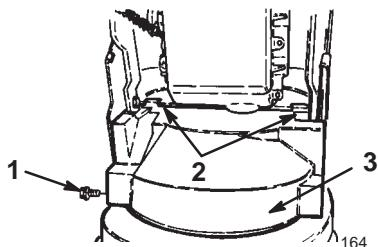

Figure 4
11. Montez le couvercle de courroie inférieur sur la surface inférieure du carter de tarière/roue hélice et sur le bâti du moteur à l'aide de deux boulons à embase de 1 mm (Fig. 4).
14. Montez le couvercle de courroie supérieur sur le bâti du moteur à l'aide de trois boulons à embase de 1,3 cm (Fig. 4).